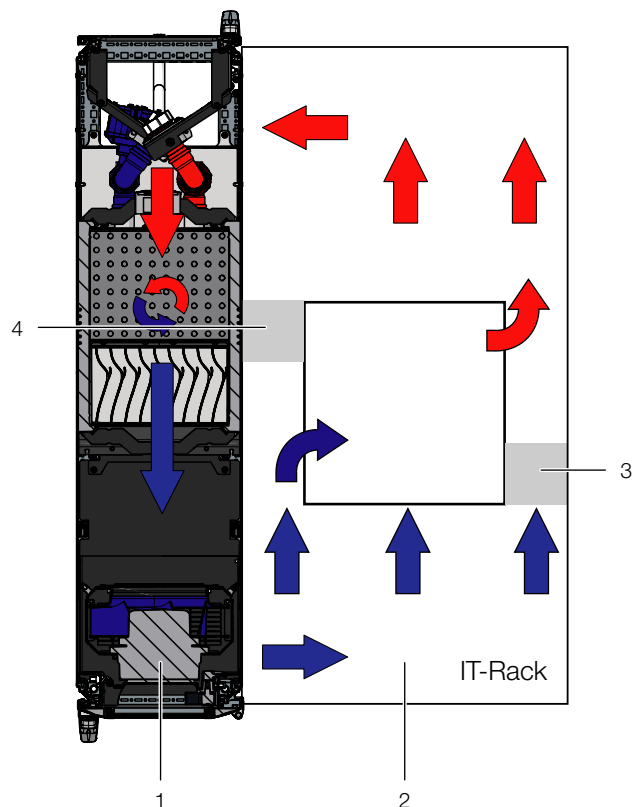

Abb. 26: Anordnung der Schaumstoffstreifen bei seitlich durchströmten Geräten (Draufsicht) – LCP Rack
dass sich schließlich auf der Höhe jedes seitlich durchströmten Geräts links oder rechts am Serverrack eine Aussparung im Schaumstoffstreifen befindet. Achten Sie darauf, dass sich auf der Warmluftseite der Geräte keine Aussparungen befinden (Abb. 26, Pos. 3).
- Befestigen Sie diese Schaumstoffstreifen nach hinten versetzt auf der Kaltluftseite der Geräte (Abb. 26, Pos. 4). Achten Sie darauf, die Streifen so anzubringen, dass alle in den Geräten verbauten Lüfter Kaltluft ansaugen können bzw. dass keiner der Lüfter verschlossen wird.
Die Schaumstoffstreifen können zwischen der vorderen und hinteren Stütze des Serverrack über die gesamte Tiefe an den seitlich durchströmten Geräten angebracht werden (Abb. 26).